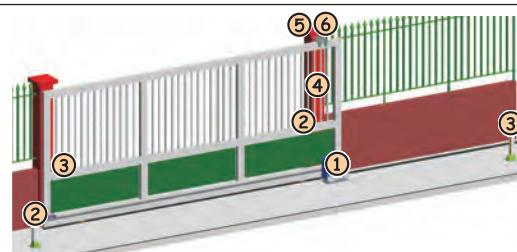

Fig. 3
4. Leg de elektriciteitskabels voor de aansluiting van accessoires en de elektrische voeding aan zoals in Fig. 3.
Leg de kabels aan in de leidingen overeenkomstig de aanwijzingen van Fig. 3, en sluit de gekozen accessoires aan op de elektronische apparatuur.